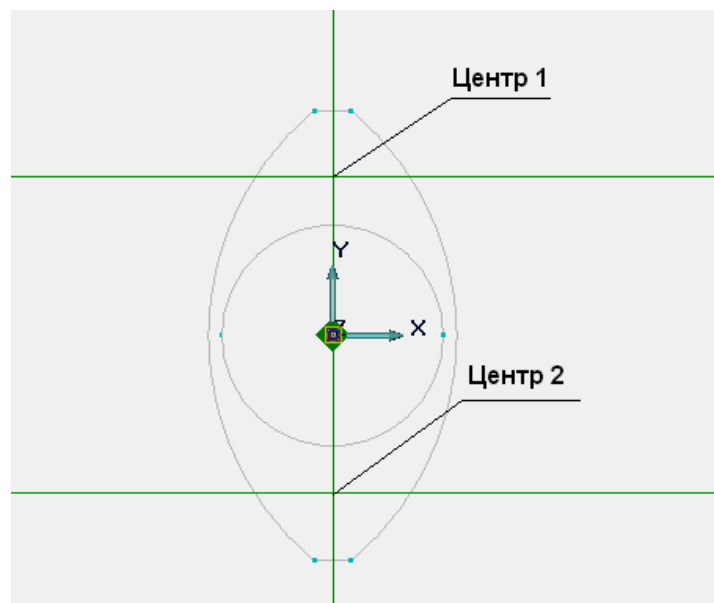

Рисунок 2.9 – Визначення центрів кіл отворів
7. Натисніть клавішу <Tab> для переходу на перший шар (рис. 2.9).